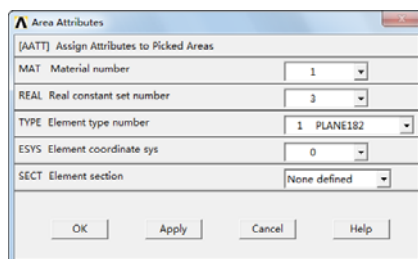

图 11-28 “Area Attributes”对话框
弹出“Area Attributes”对话框，单击“Pick All”按钮会弹出“Area Attributes”对话框，如图 11-28 所示，在“MAT Material number”选择列表中选择 1，在“TYPE Element type number”选择列表中选择“1 PLANE182”，其余采用默认设置，单击“OK”按钮关闭该对话框。
⑫依次选择 Main Menu→Preprocessor→Meshing→Mesh Attributes→Picked Areas, 会弹出“Area Attributes”对话框, 单击“Pick All”按钮会弹出“Area Attributes”对话框, 如图 11-28 所示, 在“MAT Material number”选择列表中选择“2”, 在“TYPE Element type number”选择列表中选择“2 FLUID29”, 其余采用默认设置, 单击“OK”按钮关闭该对话框。
⑬依次选择 Main Menu→Preprocessor→Meshing→Size Cntrls→ManualSize→Lines→Picked Lines, 会弹出“Element Size on Picked Lines”对话框, 用鼠标选择线段 L5 和 L7。